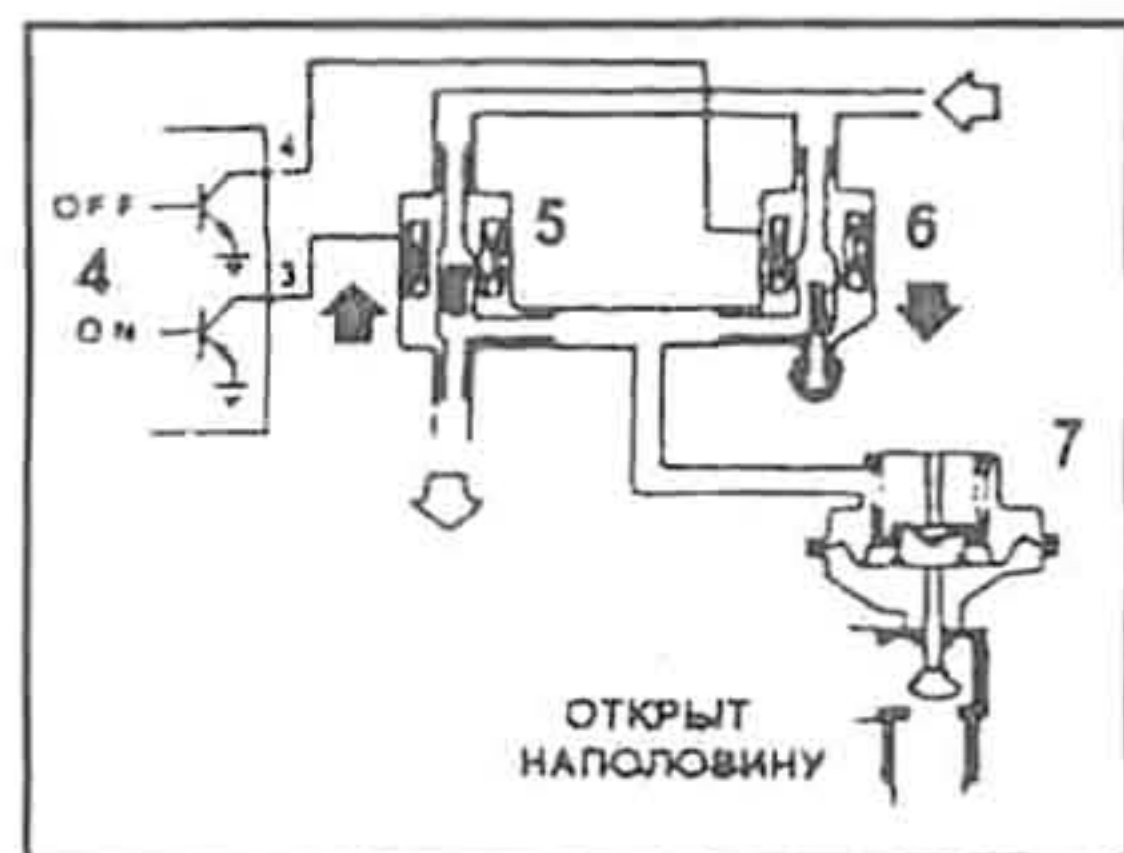

Рис. 393.
2. Низкий уровень рециркуляции: один из электромагнитных клапанов открыт, второй закрыт (рис. 393), что несколько ограничивает передачу вакуума от насоса в вакуумную камеру клапана рециркуляции и клапан открывается только наполовину. Во впускной коллектор по приоткрытому каналу рециркуляции поступает частично ограниченный поток выхлопных газов.